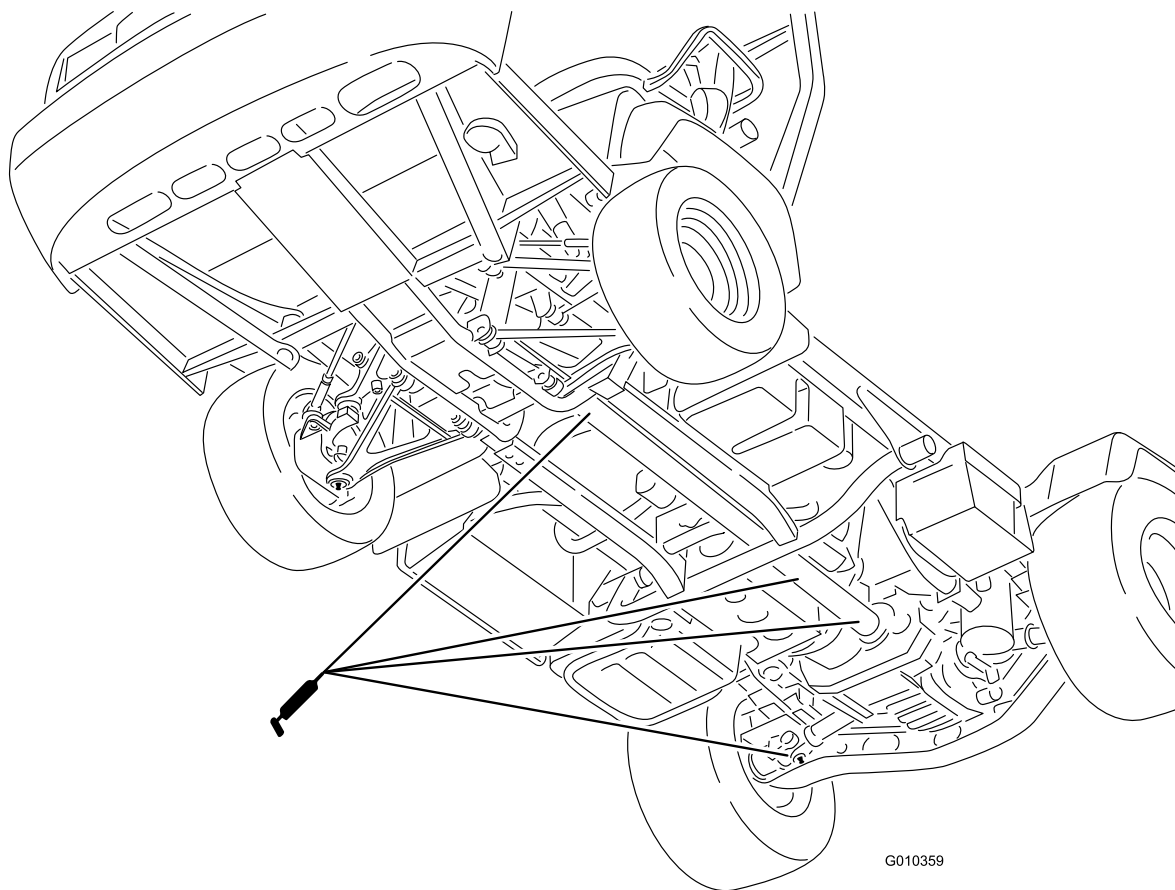

Figura 32
- **Articulación en U (18);** consulte Figura 32
- **Eje de tracción a 4 ruedas (3);** consulte Figura 32